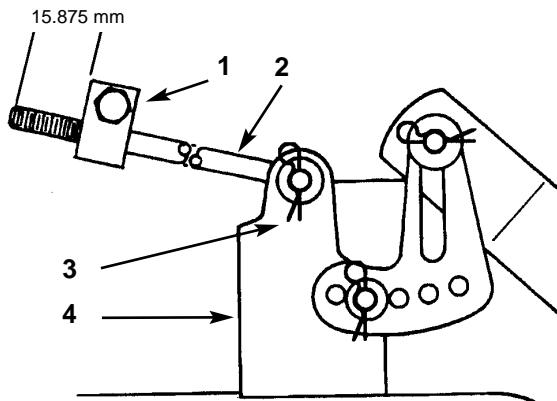

Fig. 51
5. Misurare la lunghezza dell'asta che protrude davanti al blocco di regolazione, ai lati del telaio (Fig. 51). Se la lunghezza dell'asta non è di 15,875 mm, togliere la coppia a forcina e la rondella dall'estremità dell'asta (Fig. 51) e girare l'asta fino ad ottenere la dimensione di 15,875 mm. Inserire quindi il capo dell'asta nel foro dell'attacco del tosaerba, e fissare con la rondella e la coppia a forcina. Ripetere questa operazione dal lato opposto del tosaerba.